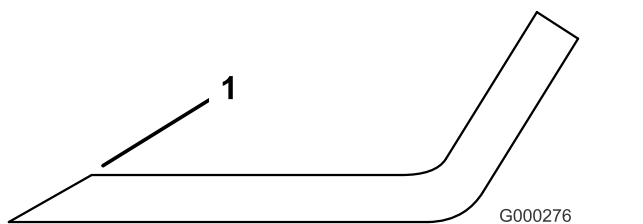

Figura 26
4. Esaminate l'affilatura di tutte le lame e affilate se risultano smussate o scheggiate (Figura 26).
Nota: Affilate soltanto la parte superiore del tagliente e mantenete l'angolo di taglio originale per garantire l'affilatura (Figura 26). La lama resta bilanciata soltanto se viene rimossa una quantità uguale di metallo da entrambi i taglienti.